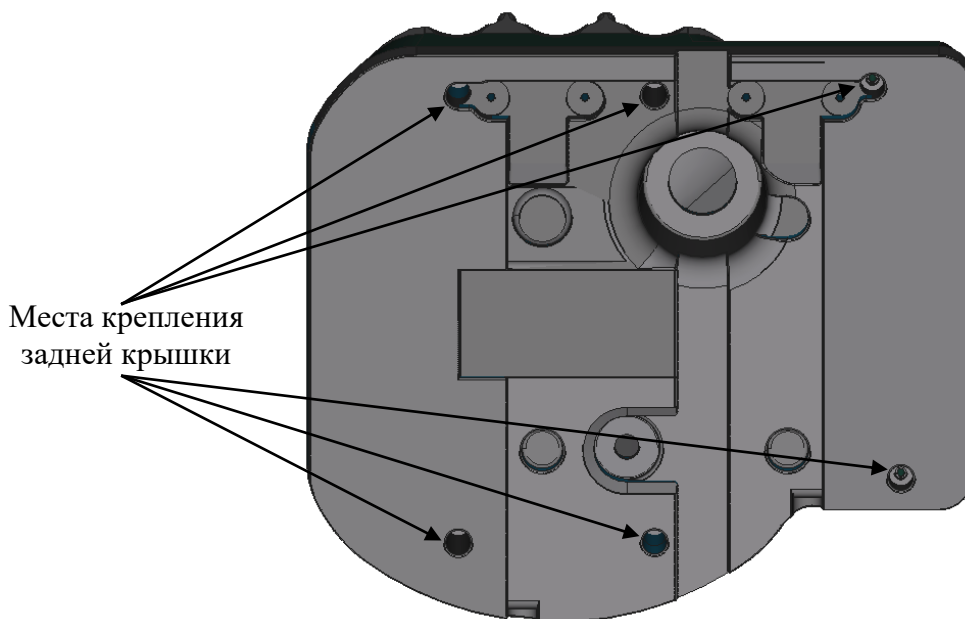

Рисунок 7 – Места крепления задней крышки
2.3.4.7 Открутите винты на задней крышке считывателя (см. рисунок 7), снимите заднюю крышку.
- закрепите заднюю крышку с помощью винтов (см. рисунок 7). Важно проконтролировать, чтобы в процессе затягивания винтов уплотнительная резинка не выдавилась из специальной выемки. Поэтому, затягивать винты на задней крышке следует осторожно, поочередно подкручивая каждый винт.
- открутить винты на задней крышке считывателя и снять заднюю крышку (см. рисунок 7);